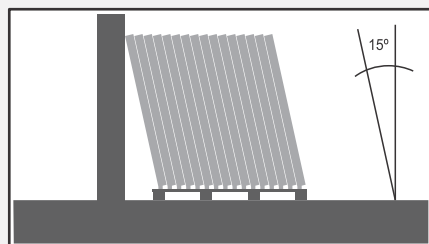

Figura 1 - Detalhes do armazenamento do guarda-corpo
e) Os guarda-corpos devem ser armazenados em pé, na mesma posição de instalação, num ângulo aproximado de 15° graus e sem o contato direto com o piso irregular. caso seja necessário, utilize um apoio de madeira, conforme figura 1.